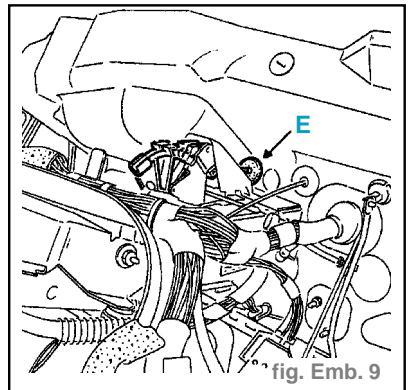

fig. Emb. 9
- la bague (E) du tablier, (fig. Emb. 9)